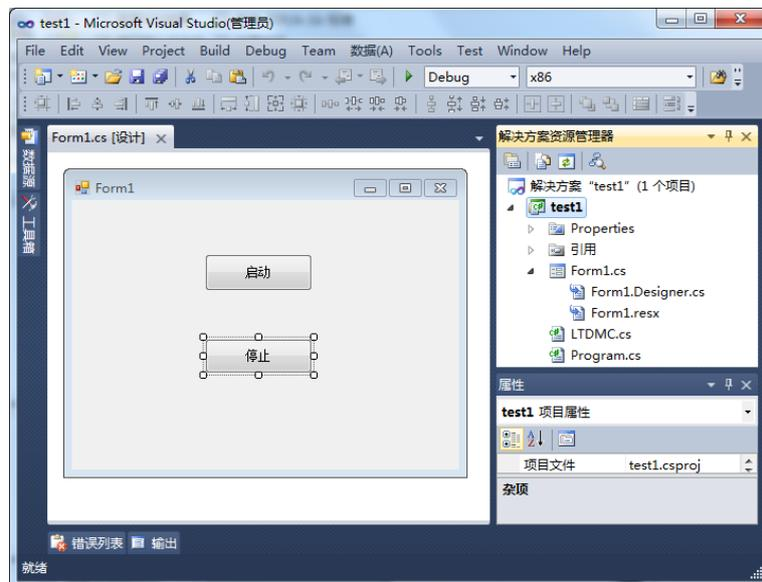

图 5.14 添加头文件
- 5) 菜单中选择“项目”->“添加现有项”，找到 test1 目录下的 LTDMC.cs 文件，添加到应用程序中，如图 5.14 所示。